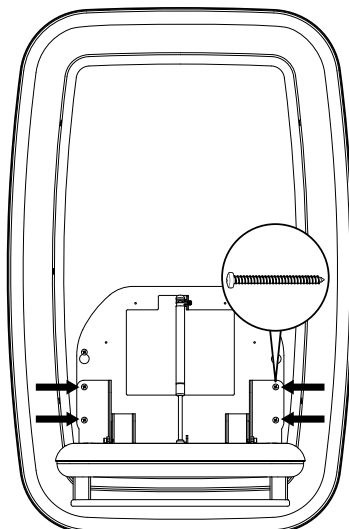

Abb. 7
- Befestigen Sie die Vorrichtung mit den übrigen Befestigungsschrauben in den Montagebohrungen. **Abb. 7**